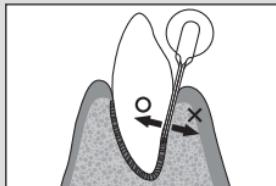

Fig. 4
Punti da ricordare: poiché l'osso si riassorbe con facilità sul lato vestibolare, fare attenzione al modo in cui si muove l'estremità della punta, in modo da non danneggiare l'osso alveolare (Fig. 4). Evitare inoltre il contatto con i denti esistenti.
- Per evitare di danneggiare l'osso alveolare, muovere quanto più possibile l'estremità della punta lungo il dente (Fig. 4).